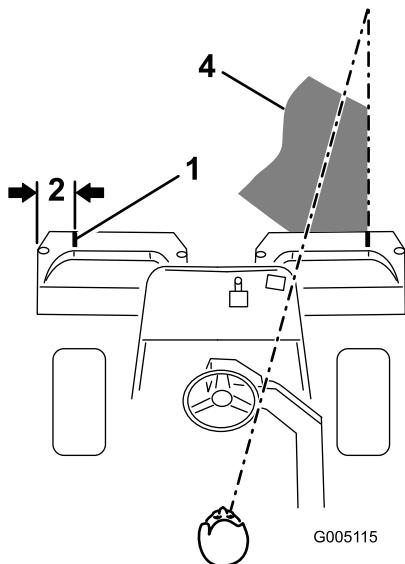

Figura 9
2. Coloque uma fita branca ou pinte um tira em cada um dos cestos, paralelamente à extremidade exterior de cada cesto (Figura 9).